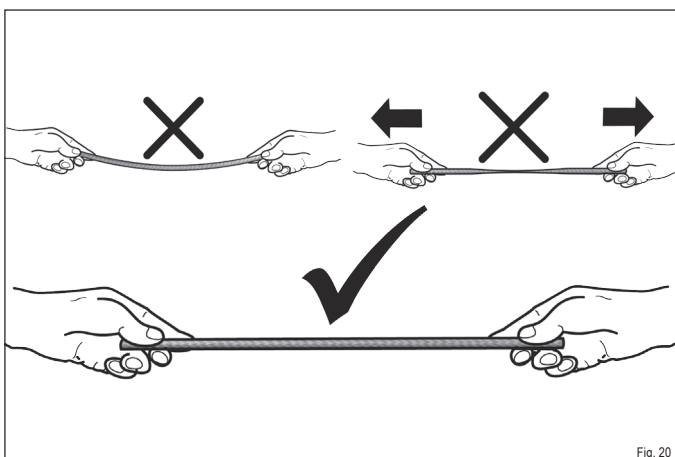

Fig. 20
- ▶ **Lors de l'installation du joint, veillez à ce qu'il ne soit pas étiré pas et soit légèrement comprimé (Fig. 20).**